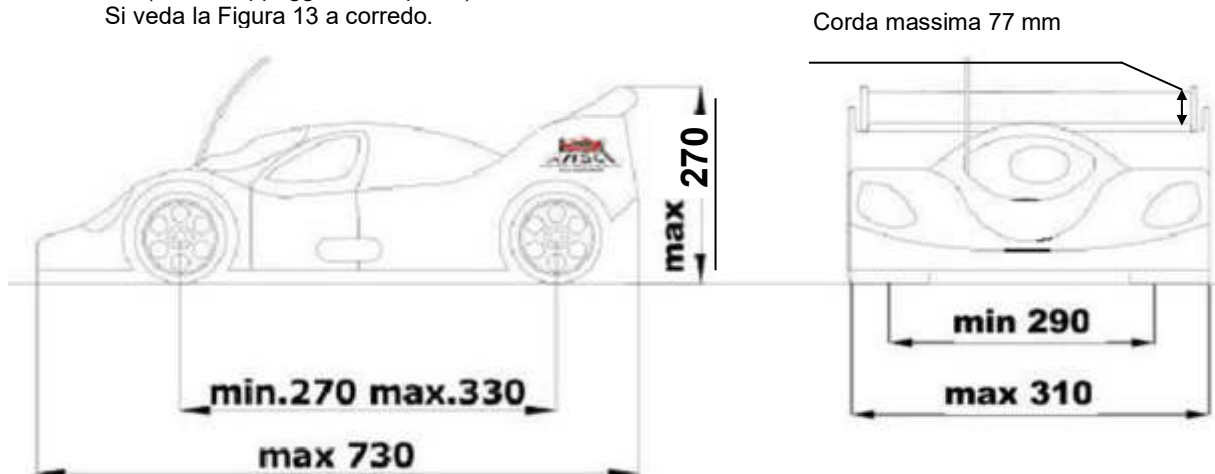

Figura 13: Dimensioni massime 1/8 GT
- Si veda la Figura 13 a corredo.
6.1.10 **ALETTONE** (si veda la Figura 13 di pagina 41):